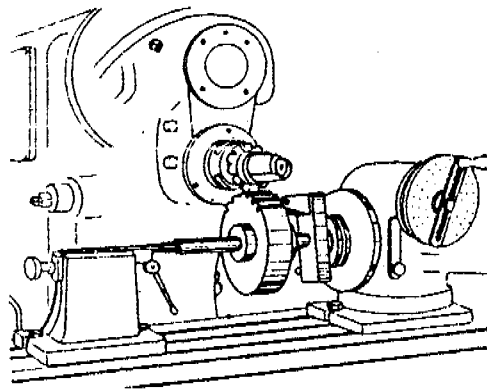

Figura 7
- el montaje de piezas sobre mandriles ubicados entre puntos ( Figura 7 ).